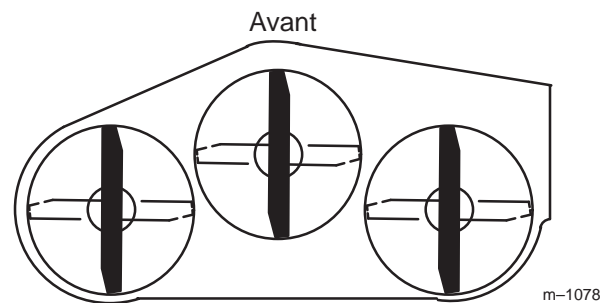
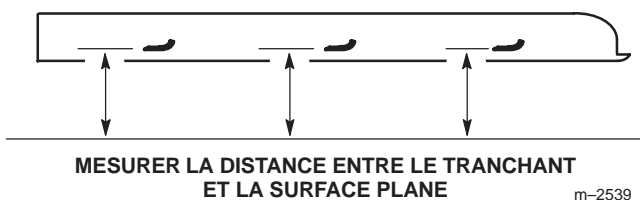

Figure 28
Figure 29
1. Tournez les lames pour qu'elles soient toutes dirigées dans le sens longitudinal (Fig. 28). Mesurez la distance entre la surface plane et le tranchant des lames (Fig. 29) et notez cette valeur.